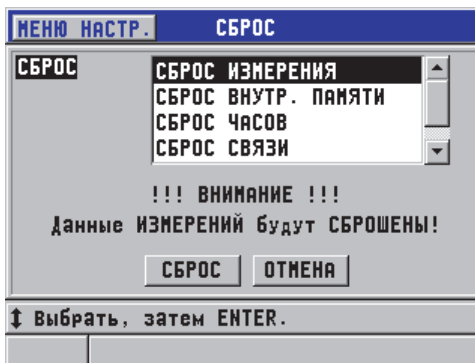

Рис. 12-1 Активация функции сброса
2. В окне **СБРОС** (см. Рис. 12-1 на стр. 221):